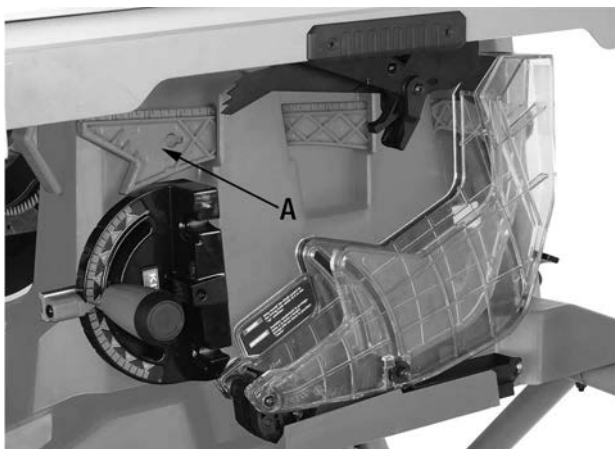

FIGURE 27A
Un poussoir (A) Fig.27A est fourni avec cette scie et devrait être utilisé le plus souvent possible. Lorsqu'il n'est pas utilisé, le poussoir peut être rangé sur le côté droit du boîtier de la scie, tel que montré à la Fig.27A.